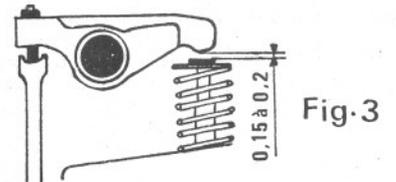

Fig.3
- Régler les jeux des soupapes admission et échappement (fig. 3) entre 0,15 et 0,20 mm